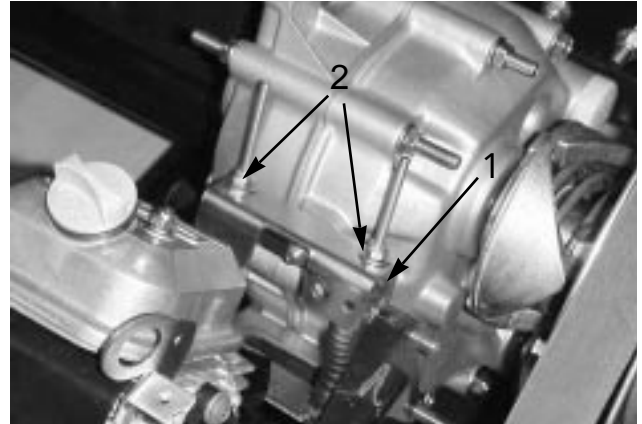

図 26
整備や調整の目的でエンジンを始動する場合には、トランスアクスルをニュートラルにセットしておきます(図26)。シフトレバーには「ニュートラル」位置がありますから、これでニュートラル位置へのセットを行います。以下の手順で、ニュートラル・シフト・レバーがトランスアクスルを正しくニュートラルにセットしていることを確認してください。
2. トランスアクスルのニュートラル・ブラケットを「ニュートラル」位置(横向き)とし、駆動クラッチを手で回して車両が前進または後退するかを見る(図26)。
3. ロックナット(図26)のうちの1個を、シフトケーブルのたるみをなくす程度にごくわずかに締め付ける。